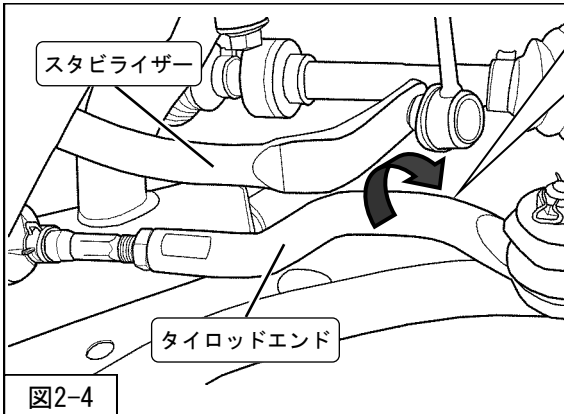

図2-4
7. タイロッドエンドの向きにより、スタビライザーと接近する場合がありますので、フロントサスペンションASSYを取付け後、タイロッドエンドを水平にし、スタビライザーとのクリアランスを確保してください。（図2-4）